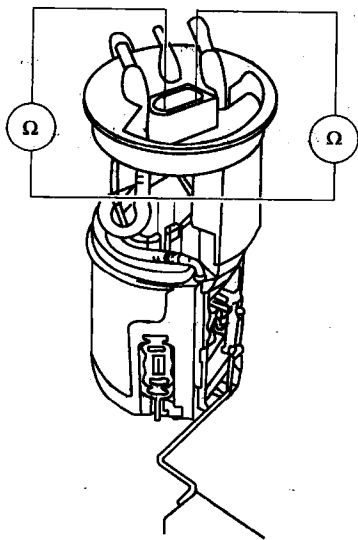

图4-4 法兰与燃油泵之间的导线的检测
⑥如果达到规定值, 但听不见泵的运转声, 拆下燃油泵, 检查法兰与燃油泵之间的导线是否接好及其是否断路, 参见图4-4。